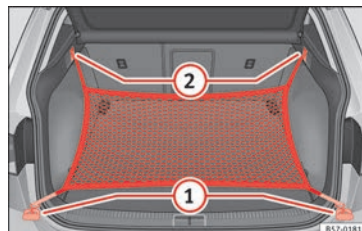

Fig. 168 En el maletero: argollas ① y ganchos ② para enganchar la bolsa de red.
- Fije los ganchos cortos de la red en las argollas de amarre » » fig. 168 ① » » ⚠. La cremallera de la bolsa tiene que quedar hacia arriba.
- Fije las cintas en los ganchos para colgar bolsas ②.